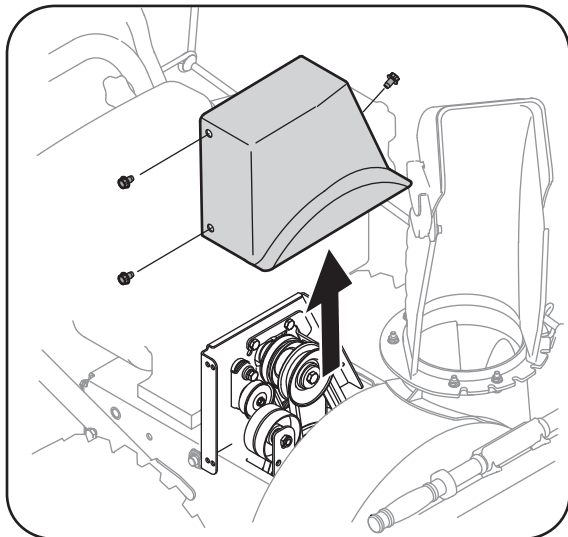

Figure 6-4
2. Enlevez le couvre-courroie en plastique sur le devant du moteur en retirant les trois vis autotaraudeuses. Voir la Figure 6-4.